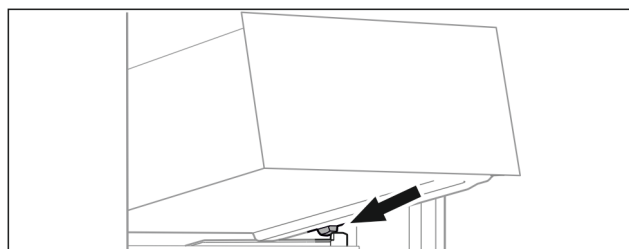

Fig. 82
- ▶ Sätt uttagsslåda i vinkel på behållarens galler bakom de bakre stoppklackarna. (se Fig. 82)